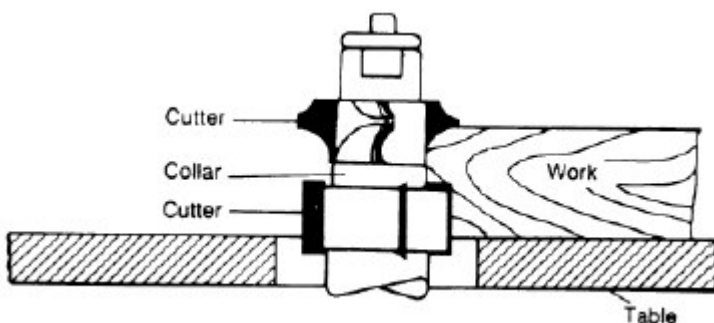

Abb. 7-10: Zwischen den Fräsern
3. Die in Abbildung 7-10 dargestellte Methode mit dem Fräserkragen zwischen den Fräsern hat sowohl die Vor- als auch die Nachteile der ersten beiden Methoden. Diese Methode wird vor allem dann angewendet, wenn beide Kanten des Werkstücks geformt werden sollen.